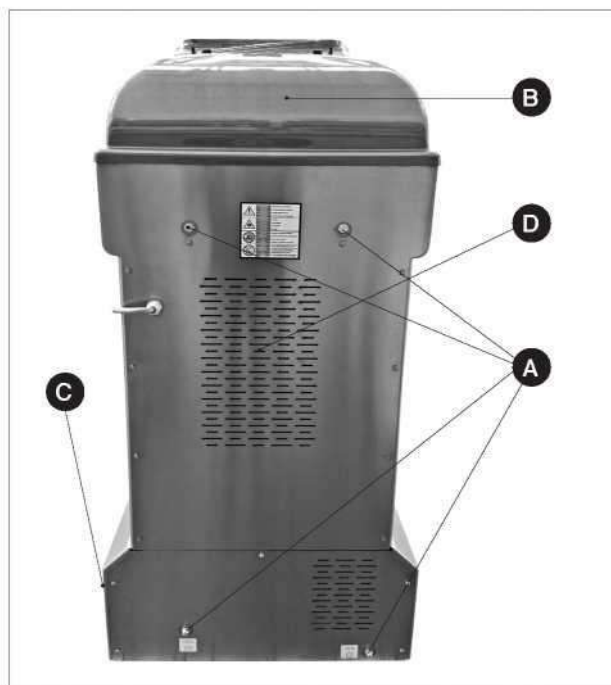

Рис. 3
- для очистки внутренних частей машины снимите защитные панели (рис. 3 C и D) и очистите машину, принимая во внимание наличие жира и пыли от продуктов; установите панели.
Снимите панели (3 С), убедитесь, что ремни достаточно натянуты, и, при необходимости, затяните винт и ручки (рис. 3 А), отмеченные специальным символом, не увеличивая натяжение ремней; наконец переустановите панели.